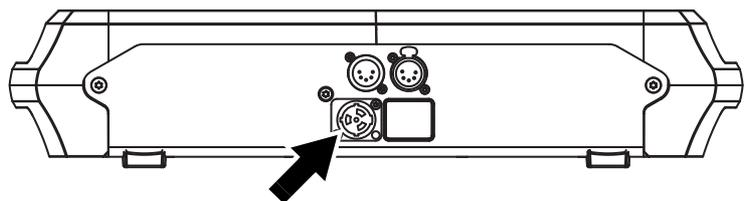

Bild 8: Netzeingang
2. Siehe Bild 8. Führen Sie die TRUE1 Kabelbuchse in den Netzeingang und verriegeln Sie die Buchse durch Drehen im Uhrzeigersinn.
Der MAC Encore Performance ist mit 5-poligen DMX-Verbindern für DMX- und RDM-Signale ausgestattet (siehe Bild 8 auf Seite 11). Die Pinbelegung ist wie folgt: